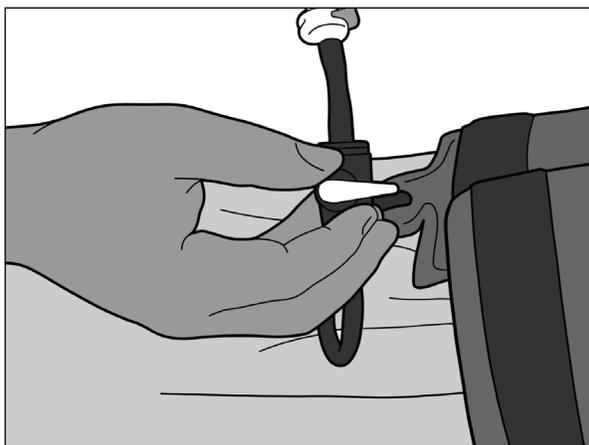

図17
4. シャットオフバルブをチューブに対して垂直に回してバルブを閉じます。2分間待ちます (図17)。
7. シャットオフバルブをチューブに対して垂直に回してバルブを閉じます(図17)。